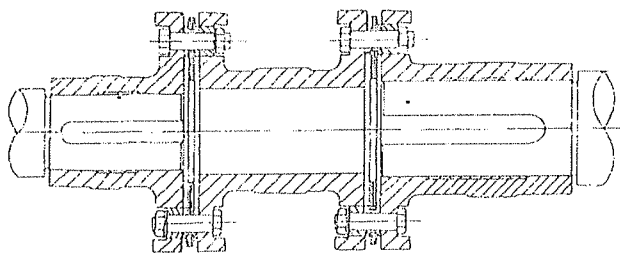

图 11 (fig.11)
6、隐螺型联轴器的安装方法及步骤与膜片联轴器的安装步骤一样，只是在安装前后，参照一下平面图11，看一看各部件安装的位置与图是否一致。